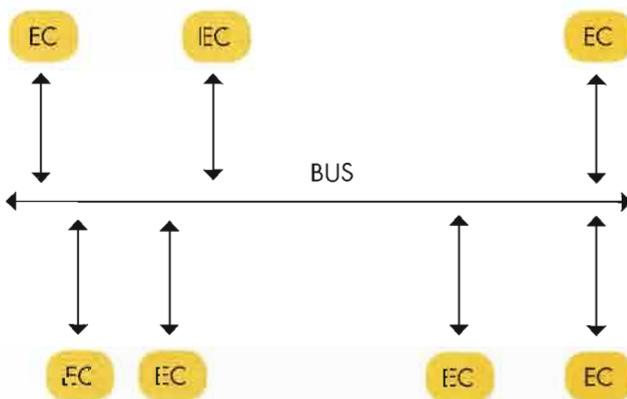

Fig. 2.8. Red en bus.
Esta topología (Fig. 2.8) requiere que todos los componentes de la red conectados a ella tengan estructura de equipos de control (EC). Se conectan a un elemento llamado *bus*, compuesto por un par de conductores.